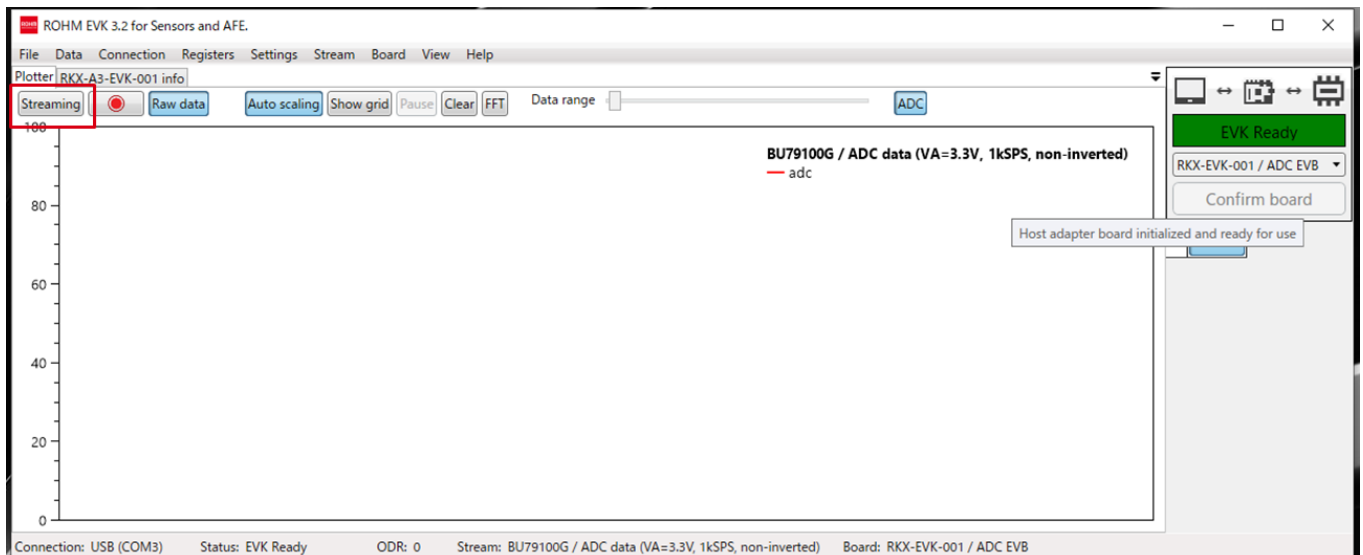

Figure 11. ROHM EVK GUI SW: “Streaming”ボタン
7. “Streaming”ボタンをクリックして評価開始（Figure 11）